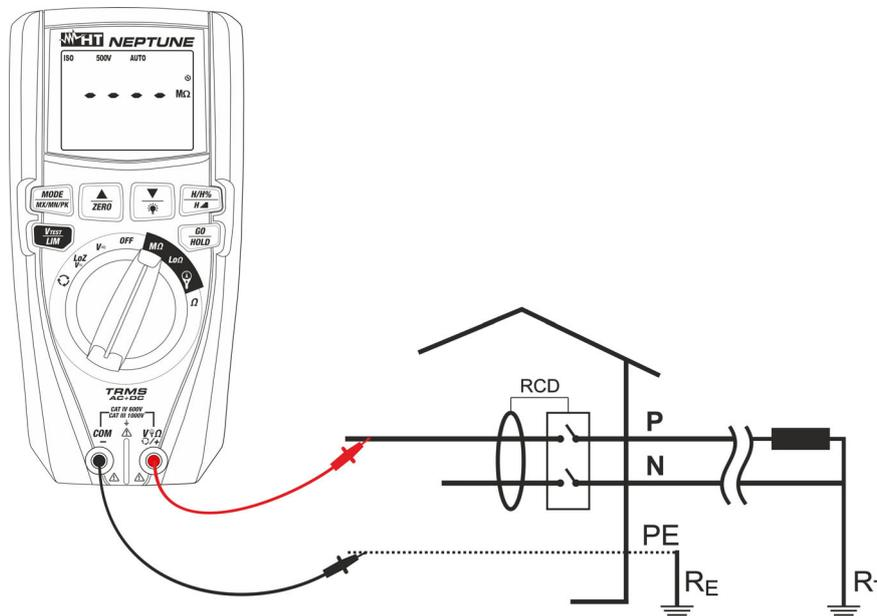

Fig. 15: Uso do instrumento para medir a resistência de isolamento pelo modo AUTO
7. Inserir o condutor vermelho no terminal de entrada **V Ω +/+** e o condutor preto no terminal de entrada **COM/-** e eventuais terminais com crocodilo e ligar o instrumento à instalação em exame (ver Fig. 15)